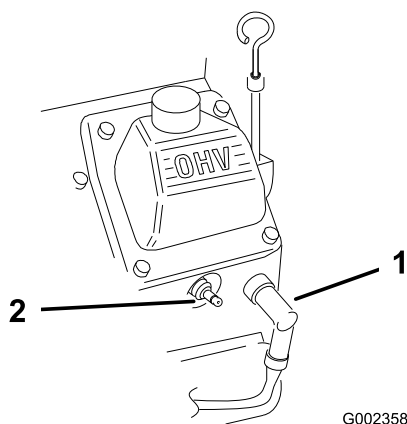

Рисунок 50
2. Отсоедините провода от свечей зажигания (Рисунок 50).